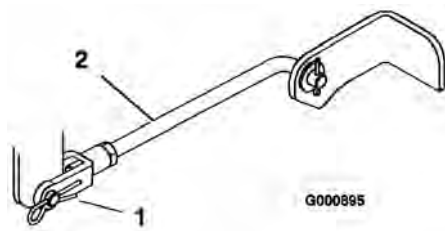

Figure 50
5. Enlevez la goupille fendue et les axes des chapes des tourillons avant (Figure 50).
- Fixez les tiges de tourillons avant à la machine à l'aide des axes de chape et des goupilles fendues (Figure 50).